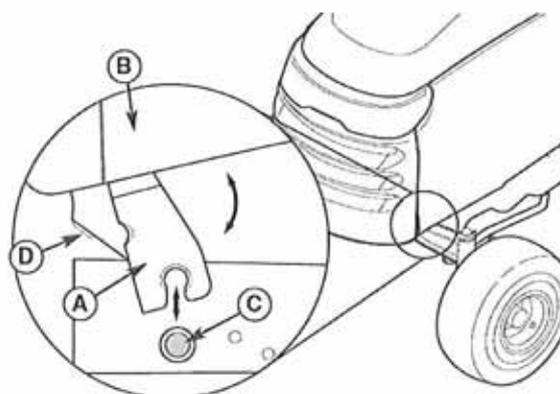

図 21
6. フードをゆすりながら、上に持ち上げ、ヒンジから、取り外します。(図 21)
1. ヒンジ (A) を、支点 (C) の上におきます。
2. フードを、ストッパー (D) が効くまで、前方に倒します。(図 21)